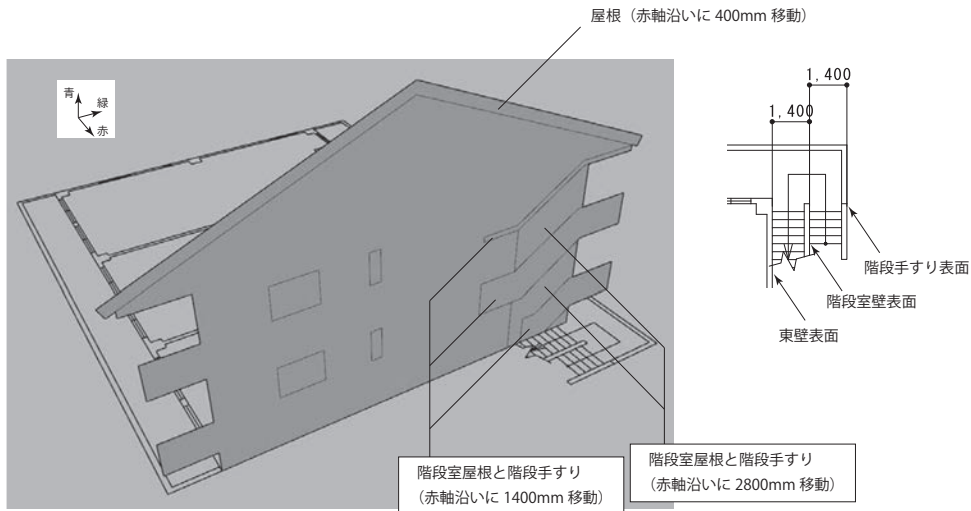

図9 1階平面図の4面に壁を作成
- 6) 北、西、南立面図に対して同様な操作を行い、1階平面図の4面に壁を作成する（図9）